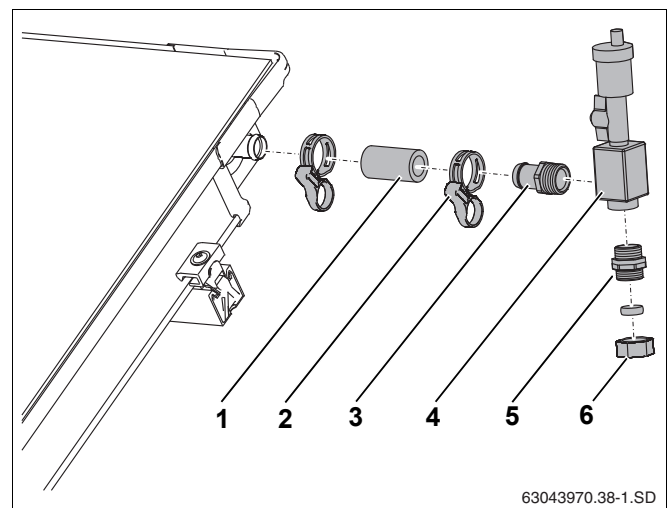

Рис. 60 Подключение воздушного клапана на крыше
- Надеть короткий шланг (55 мм, рис. 60, поз. 1) на штуцер подключения подающей линии коллектора и зажать пружинным хомутом.
- Завернуть наконечник  $R\frac{3}{4}$  с кольцом (рис. 60, поз. 3) в воздухосборник (рис. 60, поз. 4).
- Вставить наконечник (рис. 60, поз. 3) до упора в шланг и зажать пружинным хомутом (рис. 60, поз. 2).
- Завернуть двойной ниппель с кольцом (рис. 60, поз. 5) в воздухосборник.
- Подсоединить сборную линию к резьбовому соединению с зажимным кольцом (18 мм) (рис. 60, поз. 6).